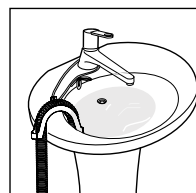

Figura 12
**3.4.6** Pentru scurgerea apei direct în chiuvetă sau în baie furtunul mașinii trebuie să fie asigurat cu un suport de inflexiune special inclus în pachet, așa cum se arată în Figura 12. Furtunul nu trebuie scufundat în apă.